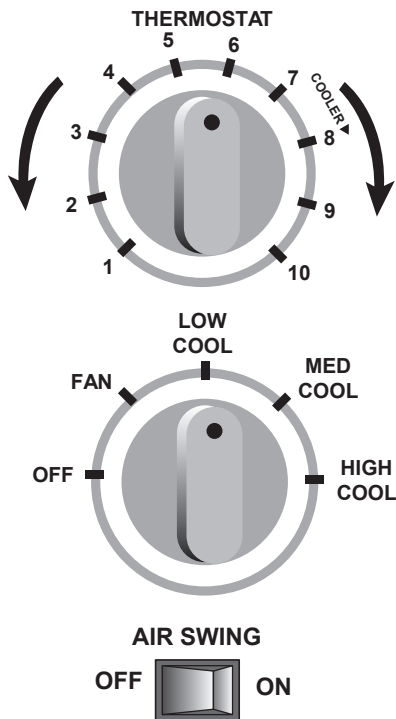

Рис. 2
- Управление кондиционерами моделей GSJC07-NM1A, GSJC09-NM1A, GSJC12-NM1A, осуществляется с панели блока (рис. 2).